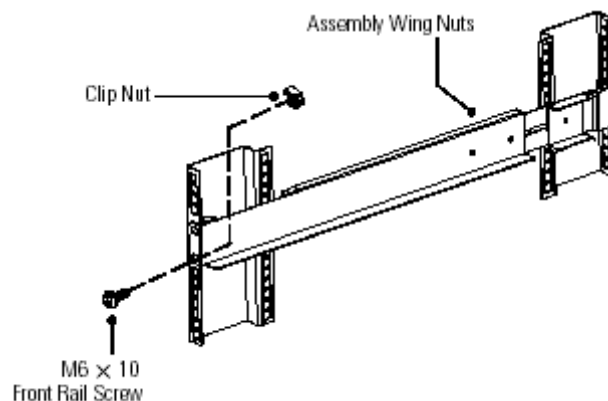

Рисунок 5.Закрепление рейки спереди
7. Закрепите только нижнее отверстие рейки на передней стойке одним винтом M6x10 и специальной гайкой (см. рис. 5).